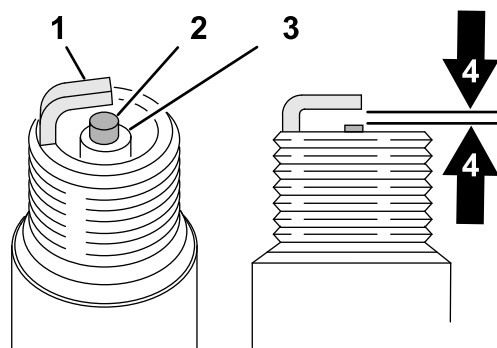

図 36
5. 中央の電極部(図 36)を観察する。絶縁体部がうす茶色や灰色なら適正、黒い汚れがある場合にはエアクリーナの不良を考える。
6. 中央電極と側面電極との間の距離エアギャップを測定する 図 36。正しいエアギャップは 0.76 mm。